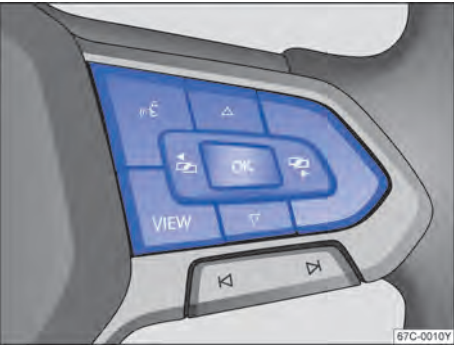

图 15 多功能方向盘右侧：用于操作信息显示器中菜单的按钮
- 若显示屏显示一条信息或车辆图形符号，按压多功能方向盘上的按钮 **OK** → 图 15，可能需按数次按钮。
- 如需浏览选择菜单，按压按钮  或  → 图 15
- 如需打开选择菜单里的菜单显示项或信息显示项，按压多功能方向盘上的 **OK** 按钮 → 图 15，或等待数秒钟，直至系统自动打开菜单或显示信息。
- 在多功能方向盘上按压箭头按钮  或  → 图 15，直到选中所需的菜单项为止。
- 按压多功能方向盘上的 **OK** 按钮 → 图 15，进行所需更改。✓表示所选的某个特定系统或功能处于激活状态。
- **用多功能方向盘返回：**按压  或  → 图 15 即可返回选择菜单。